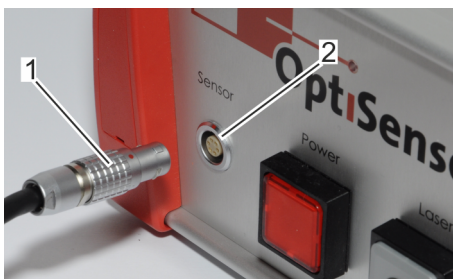

Abb. 11: Messkopf anschließen
3. ➤ Anschlussstecker des Messkopfes (Abb. 11/1) in die Anschlussbuchse der Auswerteeinheit (Abb. 11/2) stecken. Dabei darauf achten, dass die Position des Punktes auf dem Anschlussstecker mit der des Punktes der Anschlussbuchse übereinstimmt.